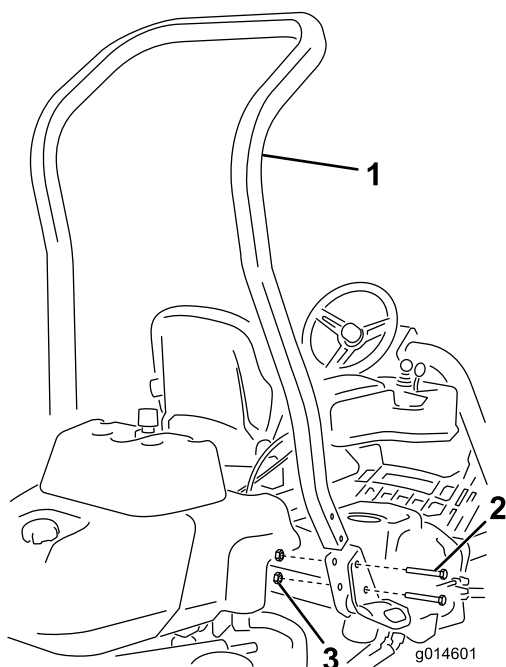

Figura 3
3. Fissate il roll bar negli incastri su ogni lato della macchina con 4 bulloni (1/2" x 3/4") e 4 dadi flangiati (1/2") (Figura 3).